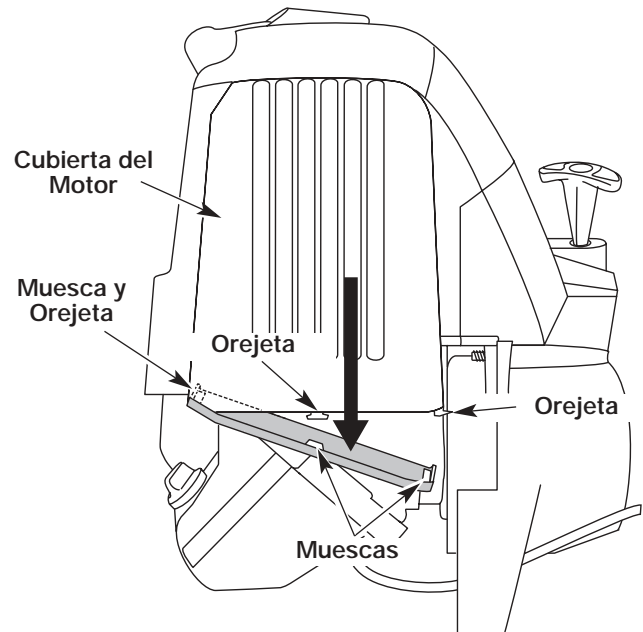

Fig. 41
1. Retire la cubierta del silenciador presionando la esquina con un destornillador de vástago plano (Fig. 41). Deslice las muescas a los lados de la cubierta del silenciador sobre las orejetas de la cubierta del motor y retire.
13. Vuelva a colocar la cubierta del silenciador. Deslice las muescas a los lados de la cubierta del silenciador sobre las orejetas de la cubierta del motor y enganche en su lugar (Fig. 41).